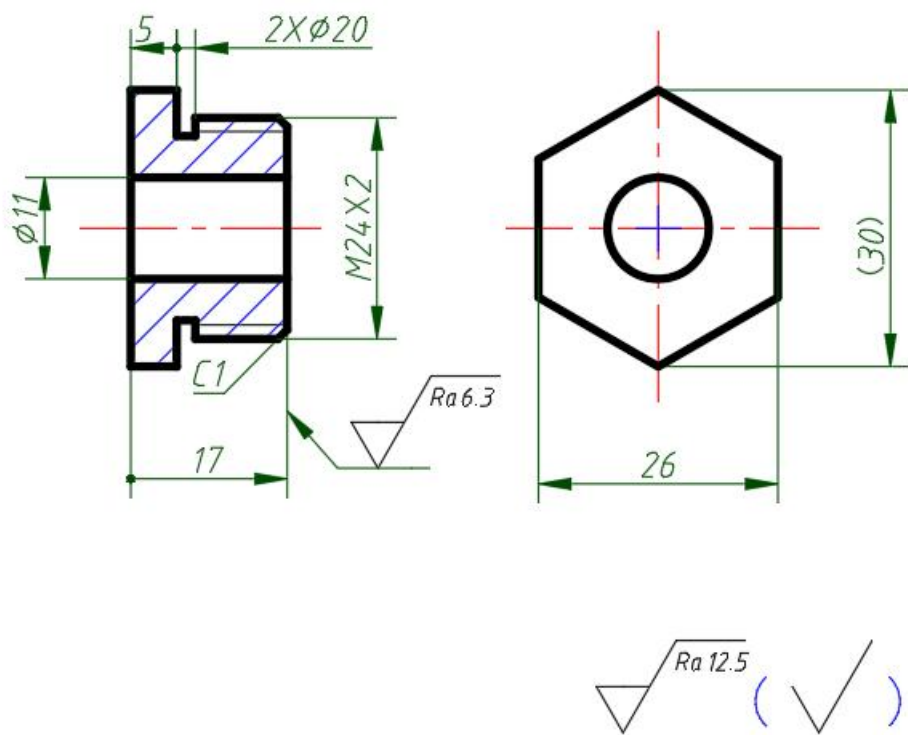
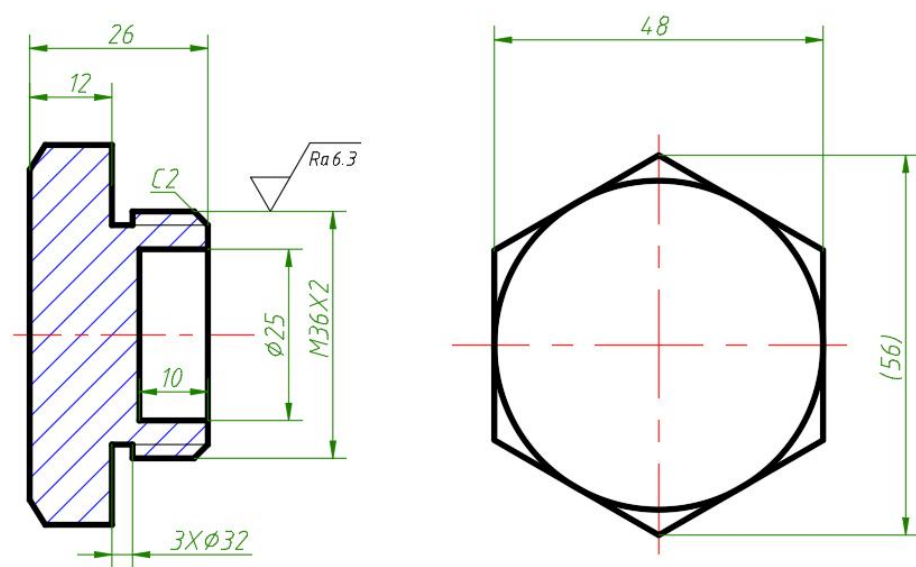
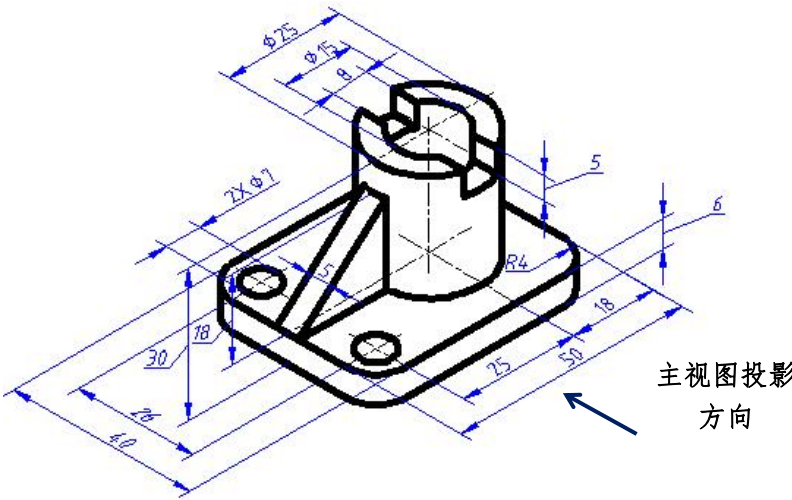

图 3.1 螺母
图 3.2 调节螺母
图 3.3 组合体轴测图
2、绘制图 3.1，图 3.2、图 3.3，完成标注尺寸，保存并提交文件（绘图比例 1:1）。
3、根据图 3.3 组合体轴测图的尺寸及投影方向，绘制该组合体的三视图，表达方案自定（绘图比例 1:1）。